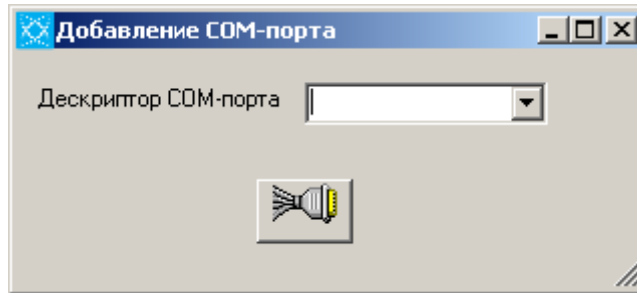

Рисунок 47. Окно «Добавление СОМ-порта»
- 3) В окне «Добавление СОМ-порта» (см. рисунок 47) выберите дескриптор порта из выпадающего списка «Дескриптор СОМ-порта» или введите вручную в текстовое поле списка. Обратите внимание, что в названии дескриптора допускаются только буквы латинского алфавита. Символы в верхнем и нижнем регистре считаются идентичными.